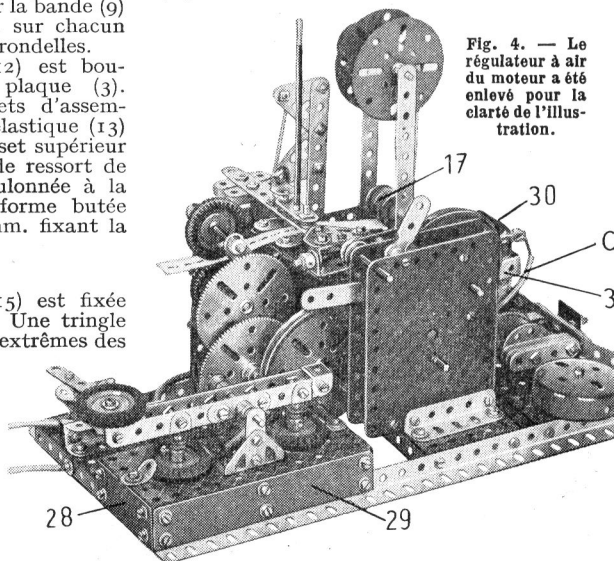
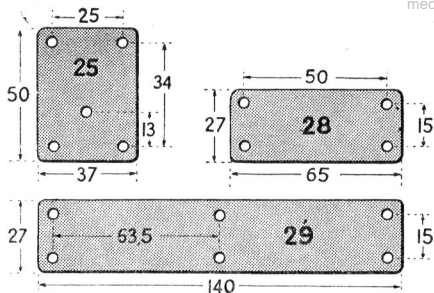

Fig. 4. — Le régulateur à air du moteur a été enlevé pour la clarté de l'illustration.
Fig. 5. — Pièces à découper dans du carton fort.
Le commutateur est construit sur une plaque (25) dont la figure 5 donne le dessin. Cette pièce sera découpée dans du carton fort de 2 mm. d'épaisseur et fixée à une cornière de 5 trous boulonnée sur la cornière (1) Deux équerres fixées sur la plaque (25) forment les plots du commutateur. Le bras de celui-ci est une bande de 5 trous sous laquelle un support plat est tenu par un boulon (26). Un boulon de 19 mm. (27) passe successivement dans une
La figure 4 montre l'ensemble du télégraphe. Le manipulateur doit être soigneusement isolé du reste du modèle ; il sera fixé à l'aide de deux bandes de carton fort (28) et (29), décrites sur la figure 5. En outre, une feuille de papier ou de carton de 14,5 × 7 cm. sera placée entre la plaque à rebords formant le socle du manipulateur et la base du modèle proprement dit. On peut aussi fixer le manipulateur sur une planchette de bois.